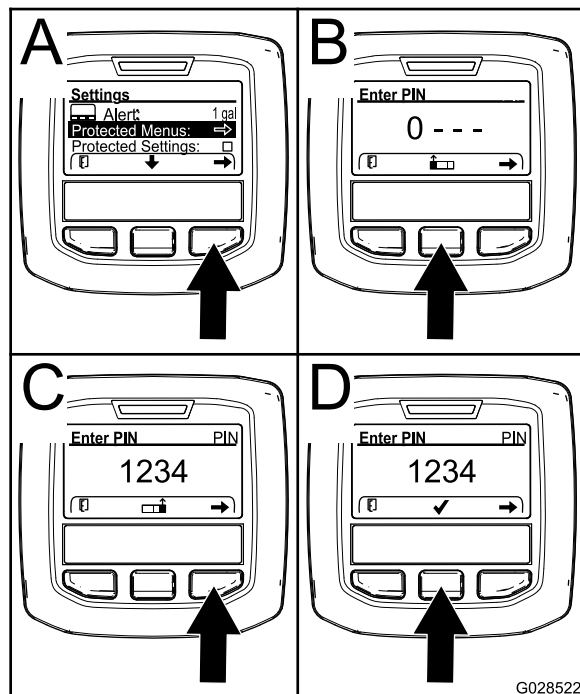

図 24
3. 右ボタンを押して保護メニューProtected Menusを選択する 図 24のA。
- 数を大きくするには中央ボタン 図 24のBを押す。
- カーソルを右の桁に移動させるには右ボタン 図 24のCを押す。
**注** 中央ボタンの上に「チェックマーク」アイコンが表示されます 図 24のD。
6. 中央ボタン 図 24のDを押して設定を保存する。